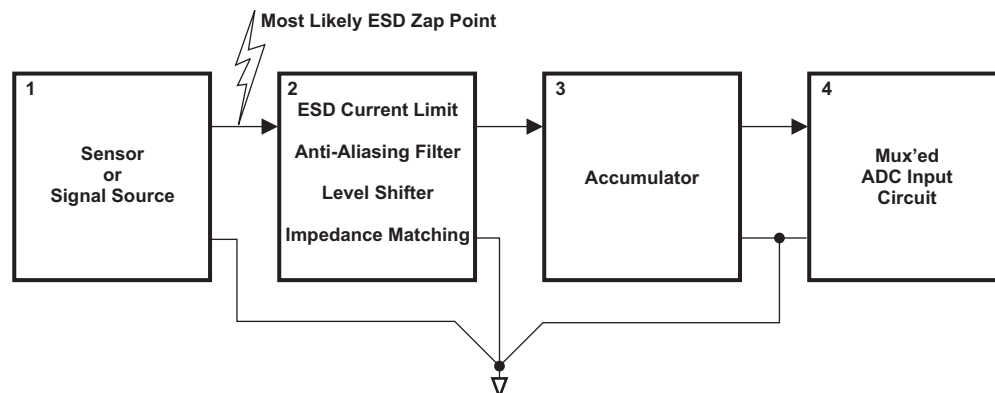

图 1. 系统模型
首先，检查使用 ADC 的整体环境。ADC 系统模型应该包括从传感器或信号源到模数转换器内部的所有物件。图 1 把系统分为四个可以单独讨论的不同区块。
- 块 2:** 最好将它描述为一个匹配电路。如在图 1 所示，它要满足许多同时要求。它必须保持 ESD 入口点（如适用）和 ADC 输入引脚之间至少有足够的串联电阻来保护 ADC 输入免受损坏。例如，为了通过 4KV 接触模型 ESD 测试，在变换进入点和 ADC 引脚之间就至少需要约 3000Ω 的电阻（大多数 ADC 都有 2KV ESD 保护）。只要被数字化，有一点上面没有提到的重要信息是，不应将一个大于无效电平的那奎斯特频率引入已采样的信号。这意味着 -67 分贝用于 10 位或 79 分贝用于 12 位。一旦噪音被数字化，它是可以与所需信号区分开来的，所以它最好比较小！因此，一个低通滤波器（抗混叠滤波器）的截止频率必须被有所安排地被定位在所需最大信号频率， f ，和输入通道采样频率， $F_s/2$ （那奎斯特频率）的一半之间。由于某些物件充电速度不够快，例如热敏电阻器的输出，所以该过滤器是选配的。往往需要一个电平转换器把输入信号峰值电平与 ADC 输入的额定 3.3V（或着对于某些 ADC，为 5V）摆幅相匹配，以此来优化整体动态范围。该电路可以与作为一个分压器的两个电阻器一样简单，一个就像一个运算放大器的有源电路，或一个精密的自动增益控制 (AGC) 电路，就像一个与可变磁阻转速传感器一起使用的电路一样。阻抗匹配通常需要更高阻抗传感器或电平转换器与块 3 和 4 的要求相匹配。对于一个给定的通道，块 3 和 4 的阻抗要求取决于该通道的采样频率， f_s 。而对于块 2 中的前三项，设计人员一般都能很好理解；对于 ADC 输入的源阻抗的真正要求有时会被误解。了解 ADC 的源阻抗要求是本应用说明的关键。